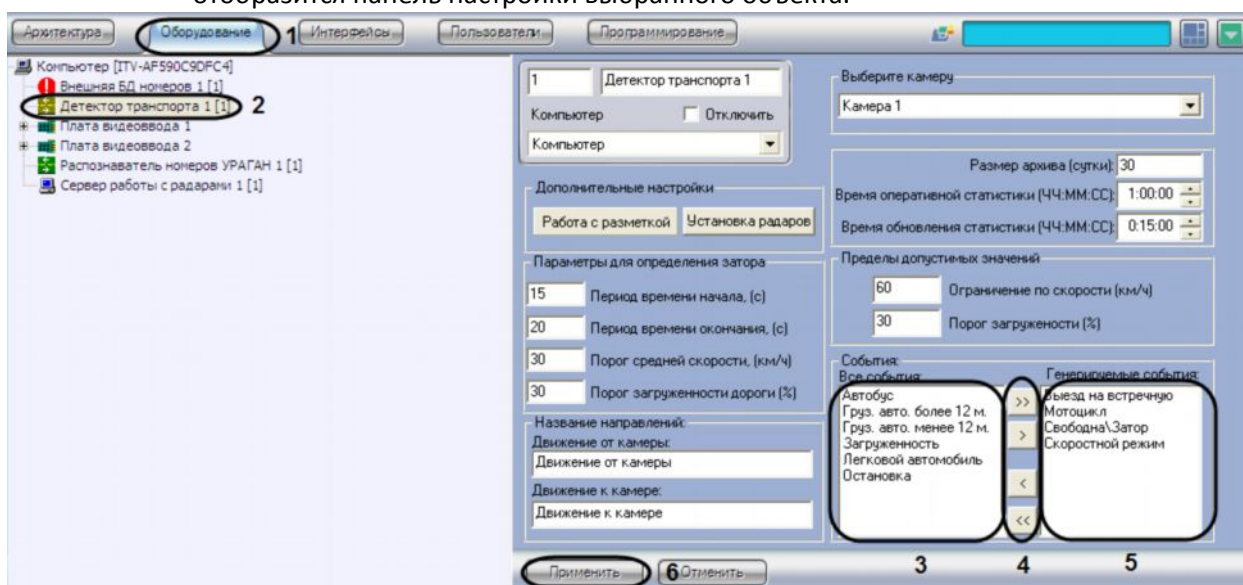

Рис. 7.5.14-1 Выбор генерируемых событий из списка доступных событий
1. В диалоговом окне «Настройка системы» перейти на вкладку «Оборудование» (см.Рис. 7.5.14-1, 1).
2. В дереве объектов на вкладке «Оборудование» выбрать объект «Детектор транспорта», соответствующий настраиваемому программному модулю «Детектор транспорта» (см.Рис. 7.5.14-1, 2). В правой части вкладки «Оборудование» отобразится панель настройки выбранного объекта.
3. Выбрать все события, которые необходимо генерировать системой (см. Рис. 7.5.14-1, 3).
4. Перенести выбранные события в список генерируемых событий (см. Рис. 7.5.14-1, 5).
Для переноса выделенного события в список генерируемых событий требуется нажать на кнопку «стрелка вправо», для переноса всех событий в список генерируемых требуется нажать на кнопку «двойная стрелка вправо» (см. Рис. 7.5.14-1, 4).
Для удаления события из списка генерируемых событий требуется нажать на кнопку «стрелка влево», для удаления всех событий из список генерируемых требуется нажать на кнопку «двойная стрелка влево» (см. Рис. 7.5.14-1, 5).
5. Нажать кнопку «Применить» (см. Рис. 7.5.14-1, 6).